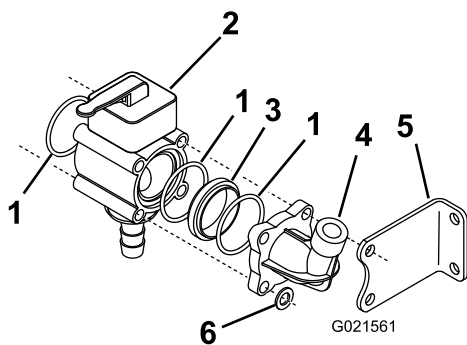

図 7
9. 各ねじ山付きロッドの左端にロックナットを取り付けるが、このとき、左側取り付けブラケットに通さないねじ山付きロッドには、ワッシャを通す【図7】。
で、手動バルブ・マニホールド・アセンブリを組み立てる【図7】。
12. ねじ山付きロッド4本のそれぞれの右側端部に、ワッシャ1枚とジャムナット2個を取り付けて縮径アダプタをブーム・バイパス・バルブ・アセンブリに固定する【図7】。